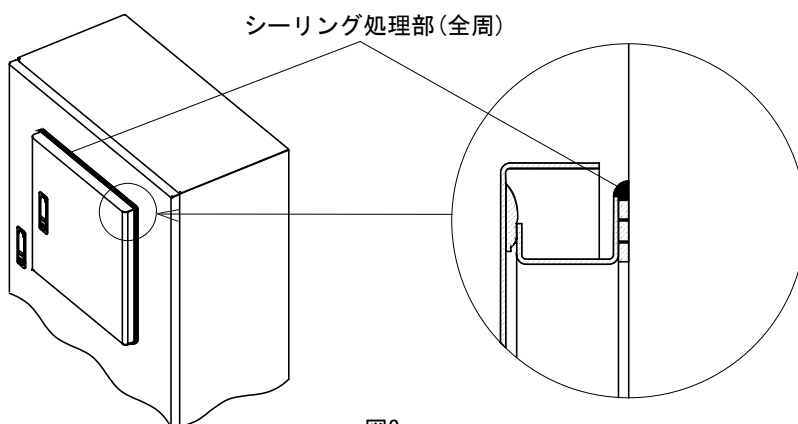

図3
③ 屋外に使用する場合、防水を必要とする場合、凹凸がある面に取付ける場合は、ドアユニットとキャビネットの接合部周囲にシーリング処理を行ってください。(図3参照)